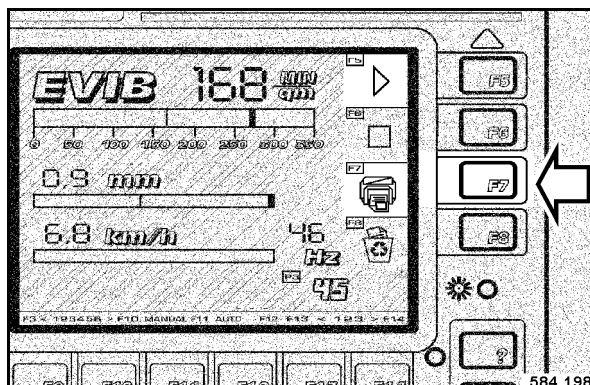

Fig. 102
- Après la fin de la mesure, appuyer sur la touche F7 „IMPRIMER“ (Fig. 102).